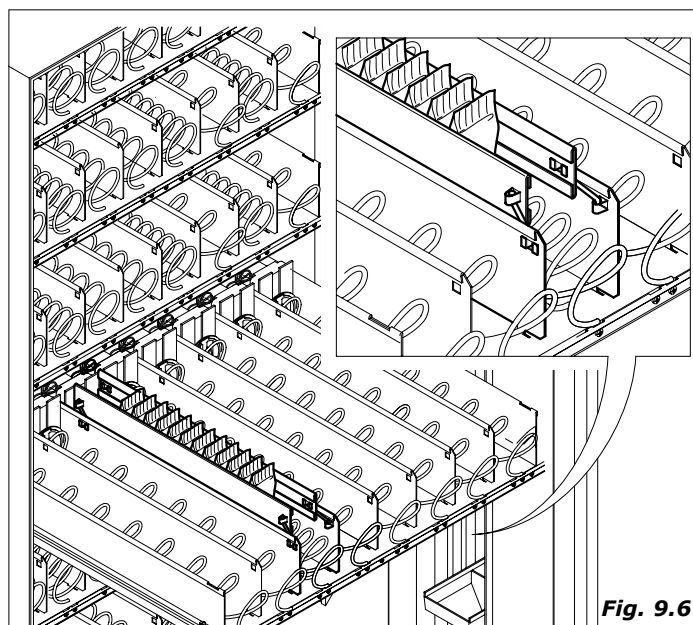

Fig. 9.6
- è possibile introdurre delle guide parallelamente alle spirali per i prodotti stretti ed alti (vedi fig. 9.6) al fine di ridurre lo spazio tra il prodotto e le pareti del comparto.